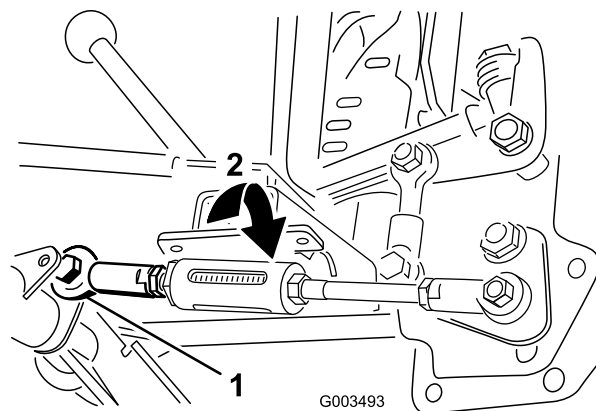

Figura 19
- A. Rimuovete il bullone e il dado che fissano l'asta al tubo orientabile (Figura 19).
3. Per mettere in trazione la molla serrate i dadi di bloccaggio che fissano l'asta della molla fino a quando la parte filettata che sporge non misura dai 6 mm ai 13 mm (Figura 19).